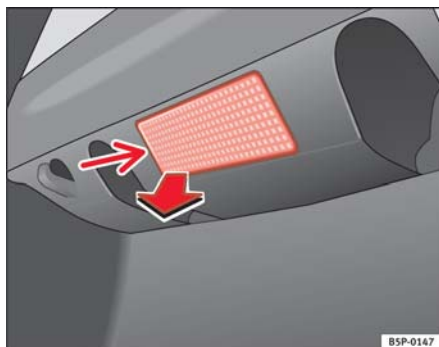

Fig. 179 Luz maletero
- Extraiga la tulipa haciendo presión sobre el borde de la parte interior de la misma -flecha - con ayuda de un destornillador por su parte plana. ⇒ fig. 179